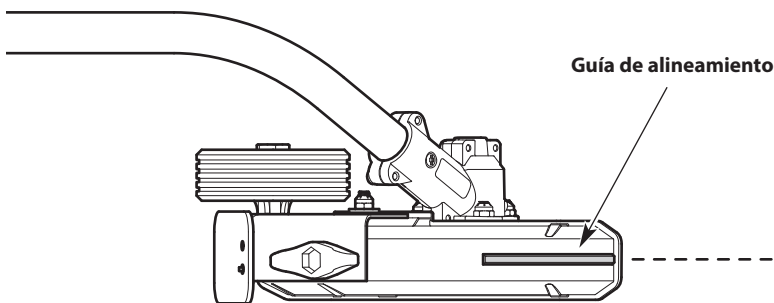

Fig. 5
- Usa la guía para ayudar a mantener un alineamiento adecuado (Fig. 5).